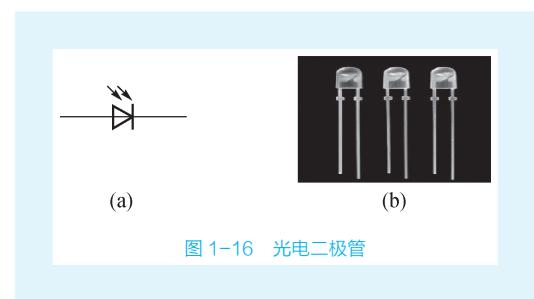

图 1-16 光电二极管
④ 光电二极管。光电二极管能将光照强弱的变化转变成电信号，如图 1-16 所示。其工作电压为反向电压，常用于可见光、红外光接收及光电转换的自动控制、报警、计数等设备。